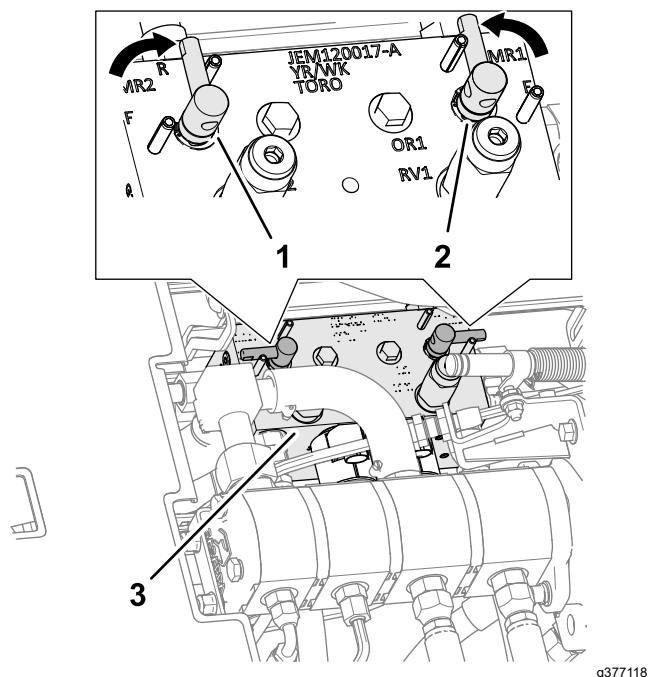

Bild 150
4. Entriegeln und klappen Sie den Sitz hoch, um an den Mähwerksverteiler zu gelangen (Bild 150).
5. Stellen Sie die Läpphebel in die R-Stellung (läppen) (Bild 150).